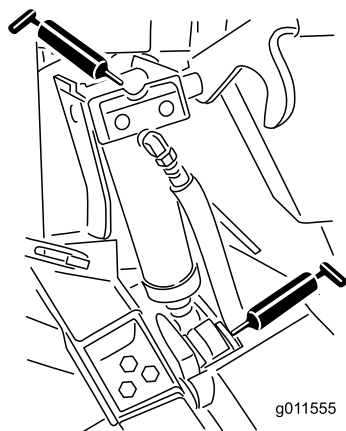

Figure 75
- 4 bagues de vérin de levage (Figure 75)